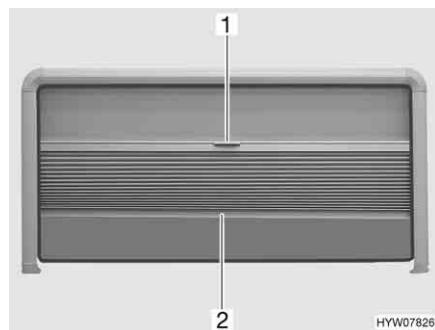

Fig. 29 Finestra apribile
- Afferrare la tendina oscurante pieghevole al centro dell'asta di chiusura (Fig. 29,2) e tirare delicatamente verso il basso.
- Tenere la parte centrale dell'asta di chiusura (Fig. 29,2) della tendina oscurante pieghevole e spingere quest'ultima verso l'alto con cautela.
- Tirare la zanzariera a rullo verso il basso utilizzando la maniglia (Fig. 29,1).
- Spingere la zanzariera a rullo completamente verso l'alto utilizzando la maniglia (Fig. 29,1).